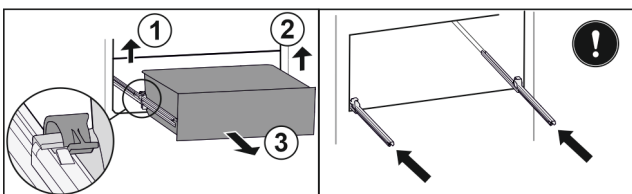

Fig. 40
- ▶ Linker klem optillen en gelijktijdig lade links naar voren trekken. Fig. 40 (1)
- ▶ Rechter klem optillen en gelijktijdig lade rechts naar voren trekken. Fig. 40 (2)
- ▶ Lade naar voren toe verwijderen. Fig. 40 (3)